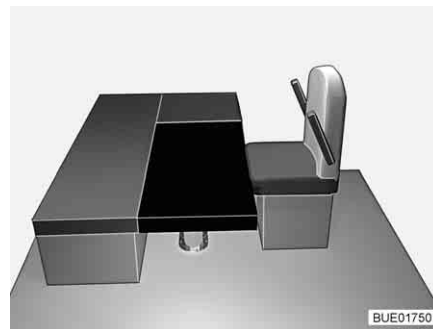

Bild 127 Efter ombyggnaden
- Lägg den rektangulära extra dynan på borden (framför sittbänkens sittdyna, se Bild 127).